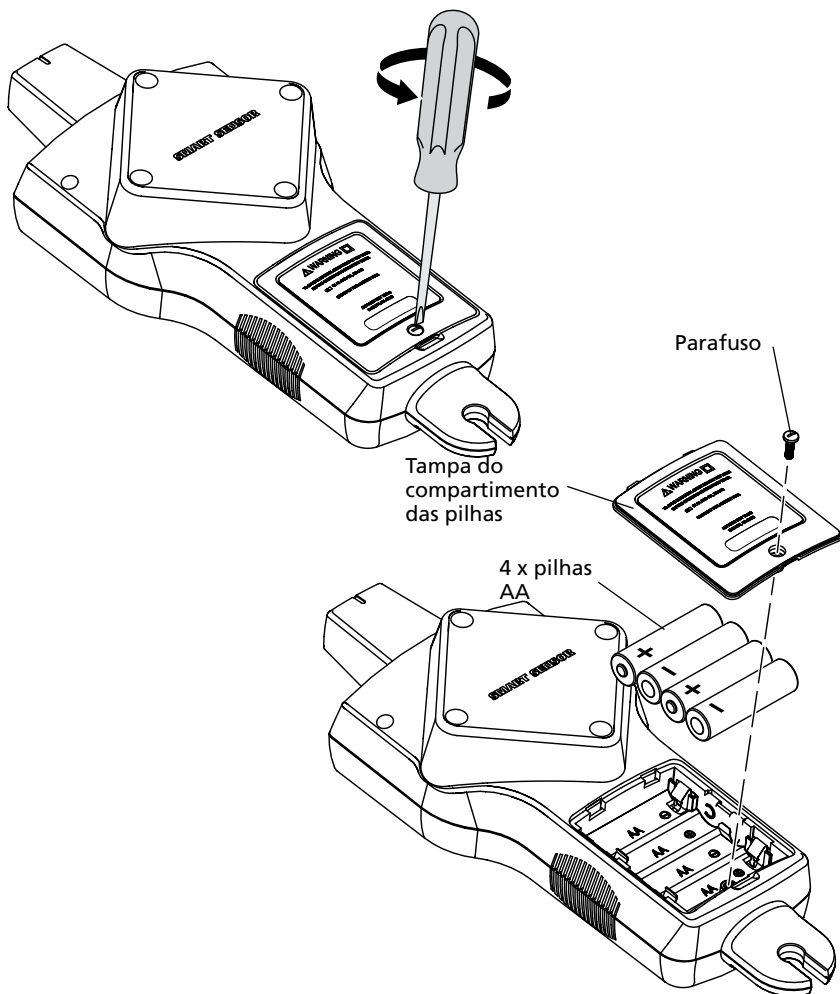

Figura 5.1b: Trocar as pilhas do recetor
3. Retire a tampa das pilhas (Figura 5.1b).